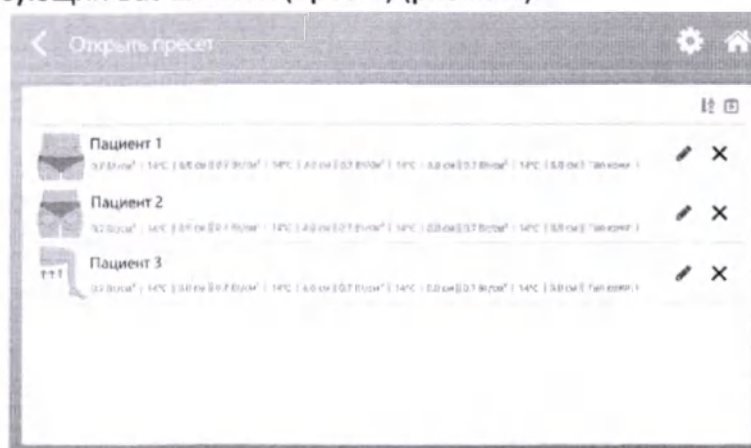

Рис.13.2 – Открытие шаблона (пресета)
13.4. Для того чтобы открыть сохраненный шаблон (пресет) нажмите кнопку  и выберите интересующий Вас шаблон (пресет) (рис.13.2).
13.5. Параметры и режимы работы, отображенные на рис.13.2 являются вымышленными и не являются рекомендациями и методиками проведения процедур.